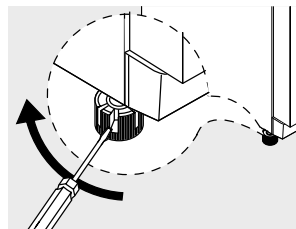

Figura 22
- Inserte un destornillador en la hendidura de la rueda izquierda (parte inferior del congelador) y enrosque hasta que la puerta esté nivelada (enrosque para subir la puerta del congelador y desenrosque para bajarla). (Figura 22)